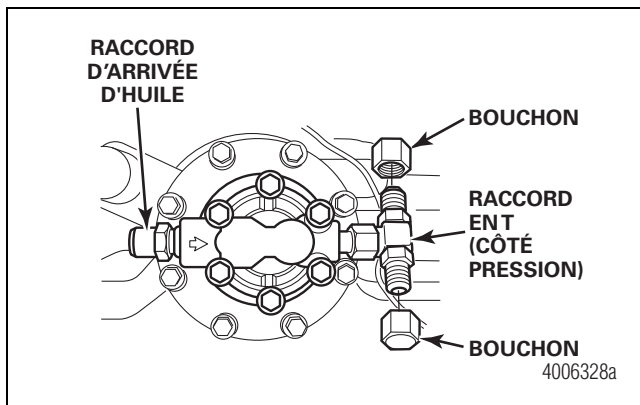

Figure 6.48
1. Avant de brancher la canalisation du refroidisseur d'huile au raccord en T, retirer le bouchon supérieur de ce dernier et verser de l'huile entièrement synthétique SAE 50W (norme Meritor 0-81) dans le raccord jusqu'à débordement. Figure 6.48.
3. Brancher le raccord femelle à l'orifice libre du raccord de diagnostic en T. Figure 6.48.
4. Brancher le raccord femelle à l'orifice libre du raccord de diagnostic en T. Figure 6.48.